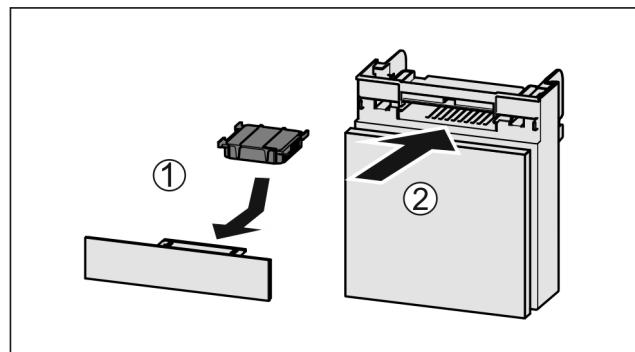

Fig. 158
- Установите фильтр с активированным углем, как показано на рисунке Fig. 158 (1).
- Вставьте отделение Fig. 158 (2).